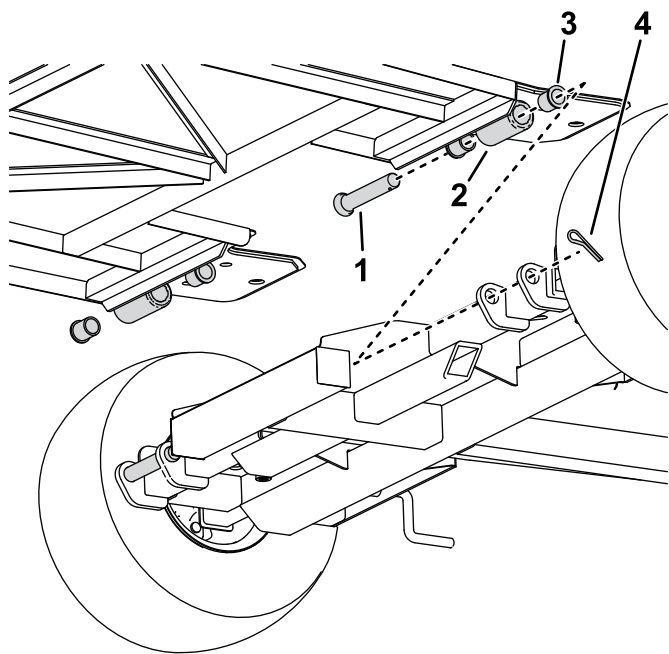

図 4
- 図4に示すように、ランプピンとコッターピンを使ってランプをフレームに取り付ける。